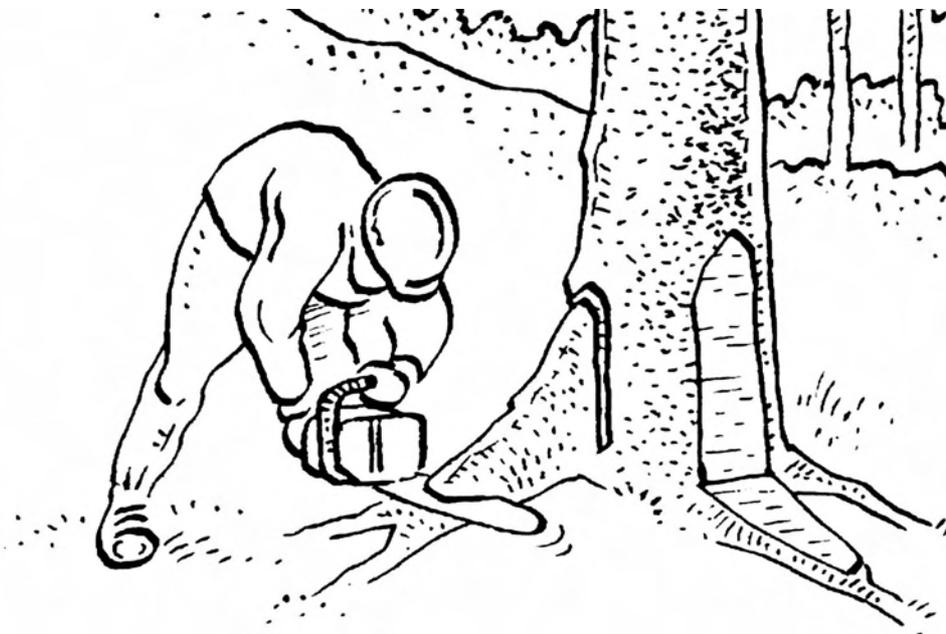

FIG. 049
- Si el árbol tiene nerviaciones radiculares, eliminarlas todas, para cortarlas siempre se hará primero el corte vertical terminando con el horizontal. **FIG. 049**